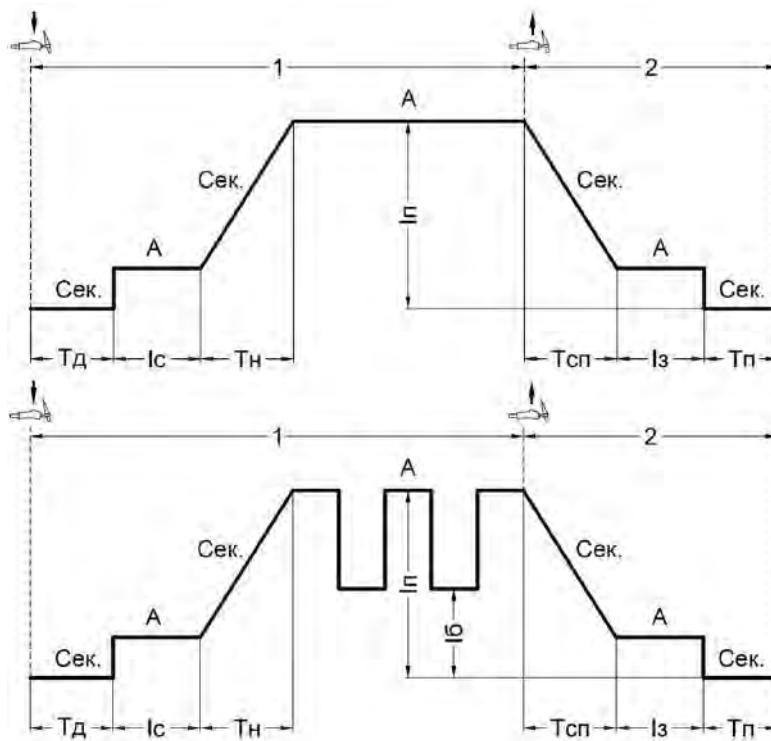

Рис. 7.4.1. Режим работы аппарата 2T и 2T в импульсном режиме.
**Двухтактный режим (2T)** рекомендуется использовать при длине сварочных швов до 200 мм (См. рис. 7.4.1).